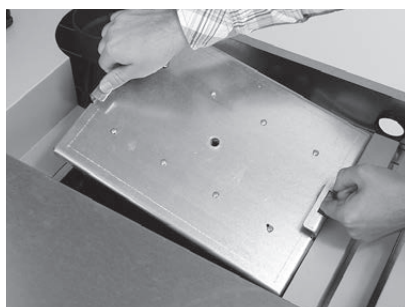

Fig. 59 Retirer le couvercle
- ▶ Tourner le raccord fileté du couvercle et le retirer – Fig. 58, Fig. 59.